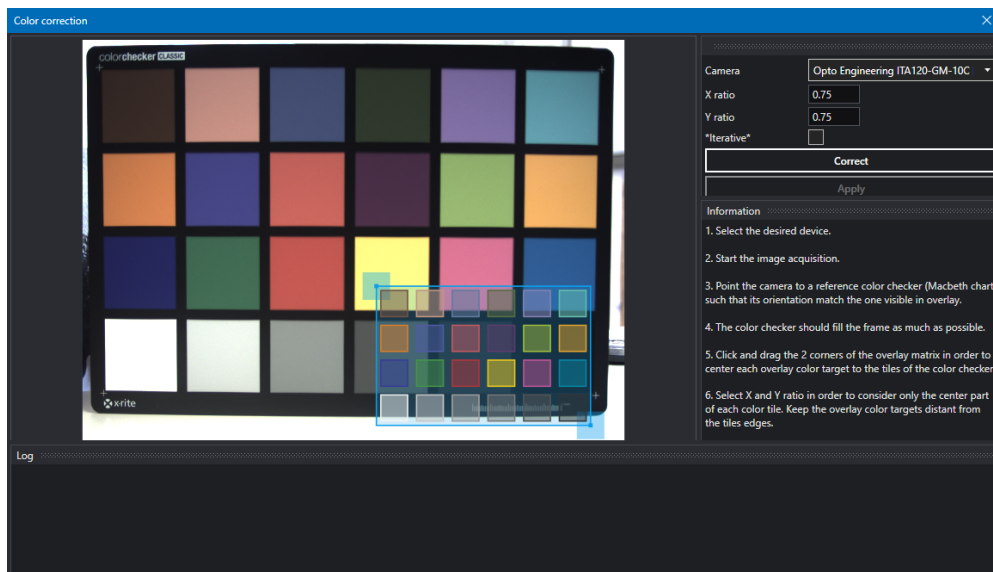

Figure 25: Finestra della correzione guidata del colore.
3. Aprire la Correzione guidata colore (*Wizard > Color correction*) (Fig. 25).